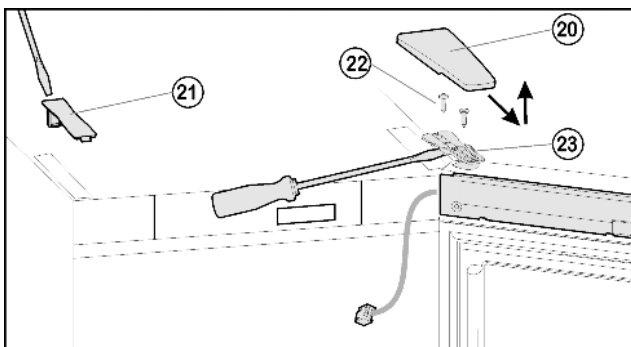
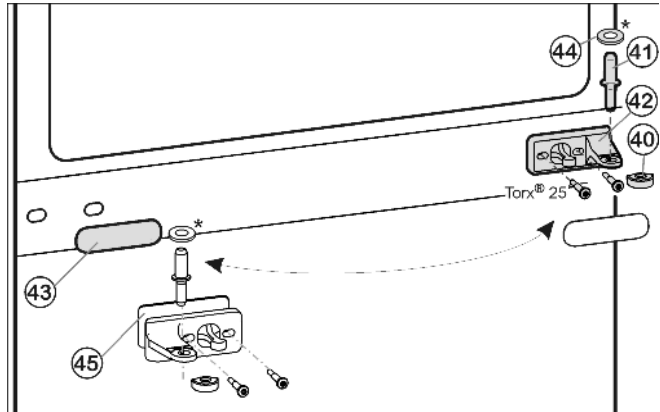
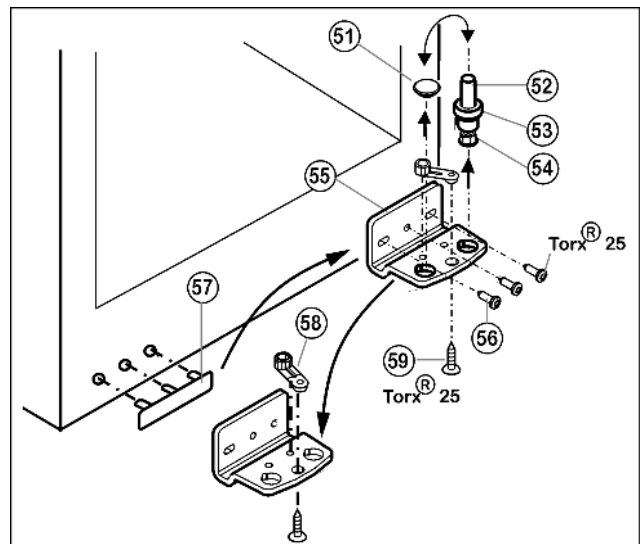

Fig. 6
Fig. 7
Fig. 8
- ▶ Elever le cache Fig. 6 (20) vers l'avant et vers le haut
- ▶ Retirer le cache Fig. 6 (21).
- ▶ Dévisser entièrement les vis Fig. 6 (22).
- ▶ Enlever vers le haut la porte complète avec support d'appui Fig. 6 (23) et câble. Se servir du tournevis à tête fendue comme d'un levier en le glissant sous le support d'appui pour déboîter la porte avec précaution.
- ▶ Retirer le pivot central Fig. 7 (41) du support d'appui et de la porte inférieure.
- ▶ Retirer le capuchon en plastique Fig. 7 (40).
- ▶ Dévisser le support d'appui du milieu Fig. 7 (42) (2 Torx® 25).
- ▶ Retirer avec précaution le panneau-cache Fig. 7 (43).
- ▶ Visser le support d'appui du milieu Fig. 7 (42) avec le support pivoté Fig. 7 (45) de 180° sur le nouveau côté charnière (avec 4 Nm).
- ▶ Encliqueter de nouveau le panneau-cache Fig. 7 (43) tourné à 180° sur le nouveau côté poignée.
- ▶ Retirer le pivot Fig. 8 (52) complètement avec le disque Fig. 8 (53) et le pied réglable Fig. 8 (54) par le haut.
- ▶ Enlever le bouchon Fig. 8 (51).
- ▶ Dévisser Fig. 8 (55) le support d'appui Fig. 8 (56).
- ▶ Dévisser Fig. 8 (59) l'élément pivotant Fig. 8 (58) et le permuter dans le trou opposé du support d'appui.
- ▶ Soulever le cache côté poignée Fig. 8 (57) avec précaution et le positionner sur le côté opposé.
- ▶ Revisser à fond le support d'appui Fig. 8 (55) sur le nouveau côté charnière en utilisant une visseuse sans fil si nécessaire, avec un couple de serrage de 4 Nm.
- ▶ Replacer le bouchon Fig. 8 (51) dans l'autre trou.
- ▶ Replacer complètement le pivot *Fig. 8 (52)* avec le disque et le pied réglable. Faire attention à ce que les ergots d'encliquetage soient tournés vers l'arrière.
- ▶ Placer la porte par le haut sur le pivot *Fig. 8 (52)*.
- ▶ Remettre le capuchon en plastique *Fig. 7 (40)* sur le support d'appui central *Fig. 7 (42)*.
- ▶ Placer le pivot d'appui central *Fig. 7 (41)* au travers du support d'appui central *Fig. 7 (42)* dans la porte inférieure.
- ▶ Placer la porte supérieure sur le pivot central *Fig. 7 (41)*, fermer la porte et placer le support d'appui *Fig. 6 (23)* supérieur de telle sorte à ce qu'il s'encliquete dans la face supérieure de l'appareil.
- ▶ Visser le support d'appui *Fig. 6 (23)* avec un couple de serrage de **4 Nm**. Pointer les trous de vissage ou avoir recours à une visseuse sans fil.
- ▶ Faire encliqueter le cache *Fig. 6 (20)* et le cache *Fig. 6 (21)*.
- ▶ Mettre éventuellement la porte de niveau par rapport aux deux trous oblongs du support d'appui inférieur *Fig. 8 (55)* et le support d'appui du milieu *Fig. 7 (42)* pour qu'elle affleure avec l'habillage de l'appareil. Pour cela, dévisser la vis centrale du support d'appui inférieur *Fig. 8 (55)*.